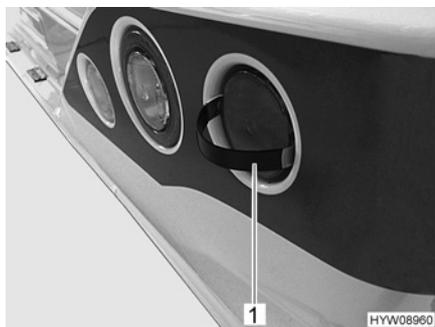

Fig. 126 Retirar la cubierta
- Insertar las lengüetas de engatillado de la herramienta entregada (Fig. 126,1) en la cubierta del modo mostrado.